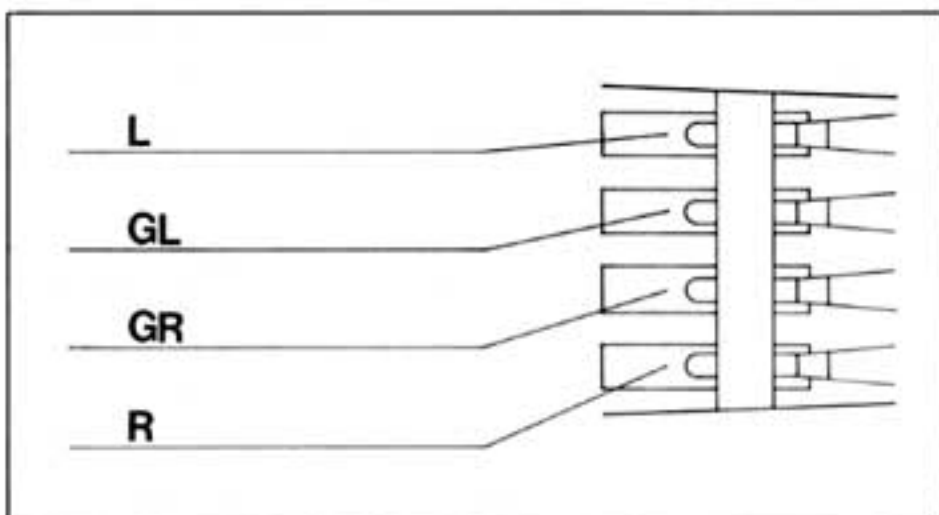

Fig. 13
3. Die Anschlüsse am Systemträger und Tonabnehmersystem sind gekennzeichnet (Fig. 13). Verbinden Sie die Anschlußblitzen des Systemträgers mit den entsprechenden und gleich gekennzeichneten Anschlußstiften des Tonabnehmersystems.
3. The connection inputs on the cartridge holder and on the cartridge are color coded (Fig. 13). Connect the leads of the cartridge holder to the correspondingly coded connection pins of the cartridge.